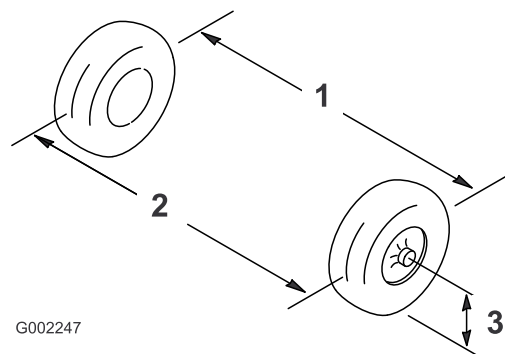

Figure 88
- Mesurez la distance entre les roues avant à hauteur d'essieu, à l'avant et à l'arrière des roues (Figure 88).